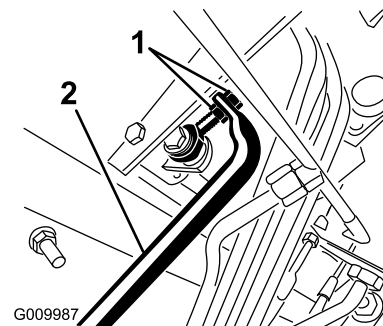

Bild 47
4. Stellen Sie die Bundmutter am Pumpenstangenende ein, um die Pumpensteuerungsstange nach vorne zu verschieben, um ein Verschieben nach vorne zu vermeiden, oder um die Pumpensteuerungsstange nach hinten zu verschieben, um ein Verschieben nach hinten zu vermeiden (**Bild 47**).